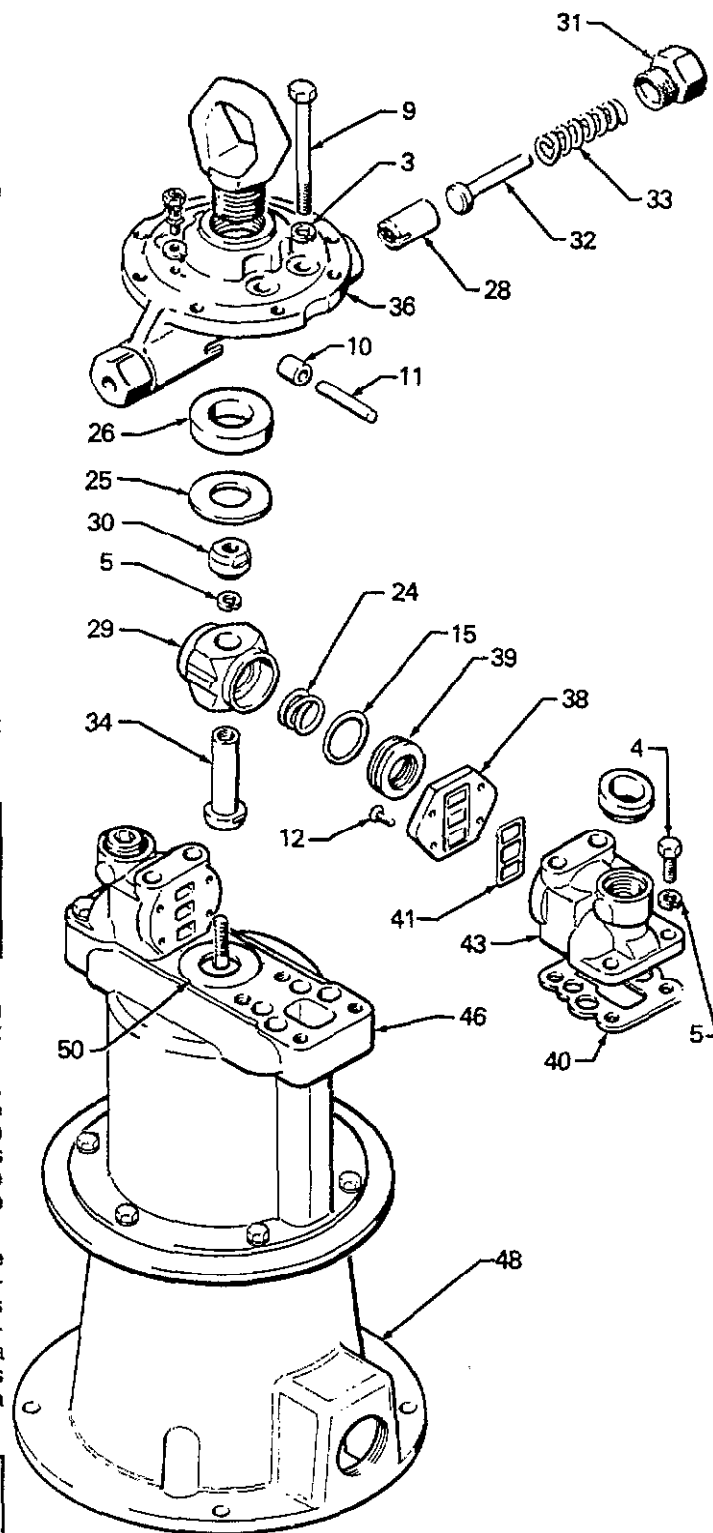

Fig 5-1
3. Retirer les vis (6), les rondelles (1) et l'enveloppe (35) du moteur pneumatique.
**REMARQUE :** Pour les points 4 à 11, se référer à la Fig. 5.1.
4. Dévisser chacun des arrêteurs de ressort (31) et déposer le ressort (33), le guide (32) et le piston (28) de chaque côté de la chambre de détente (36).